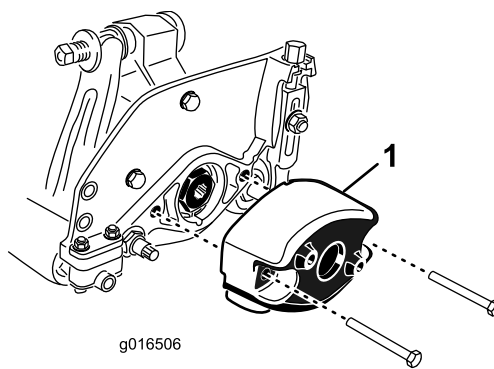

図 8
1. カウンタウエイトをカッティングユニットの左側に固定しているボルト2本を外す。カウンタウエイトを取り外す **図 8**。
付ける **図 8**。ボルトを16-20 N·m 3.7-4.6 kg·m = 12-15 ft-lbにトルク締めする。